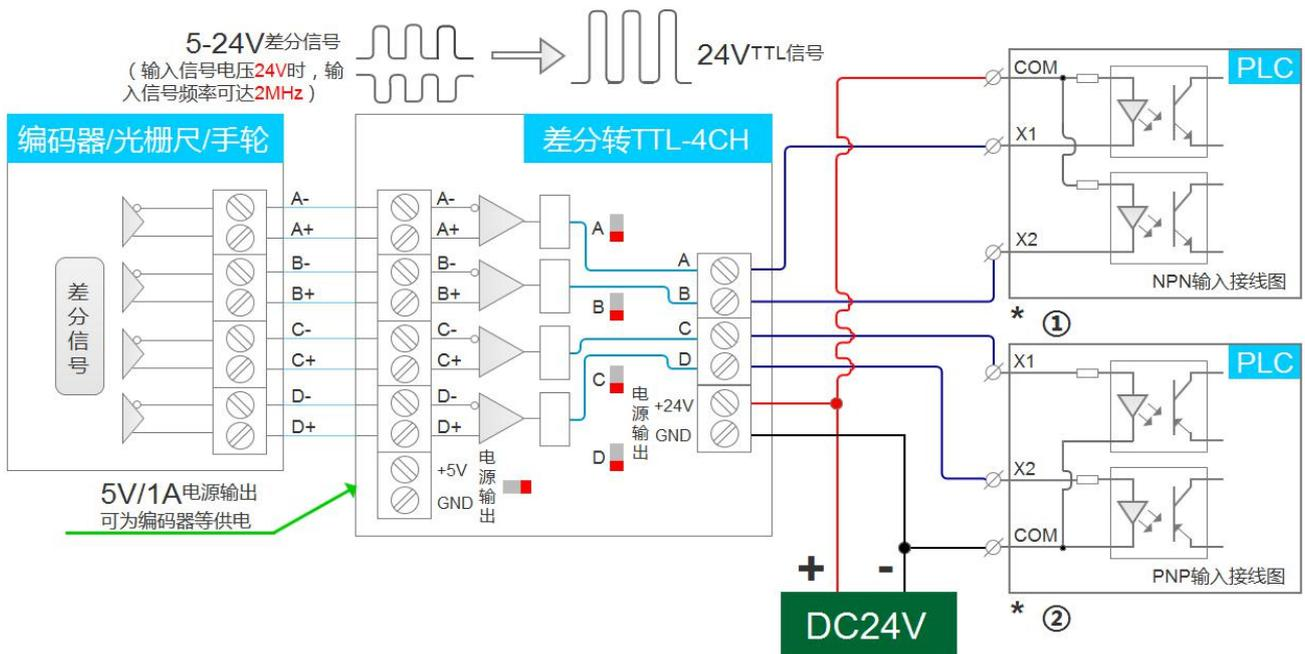
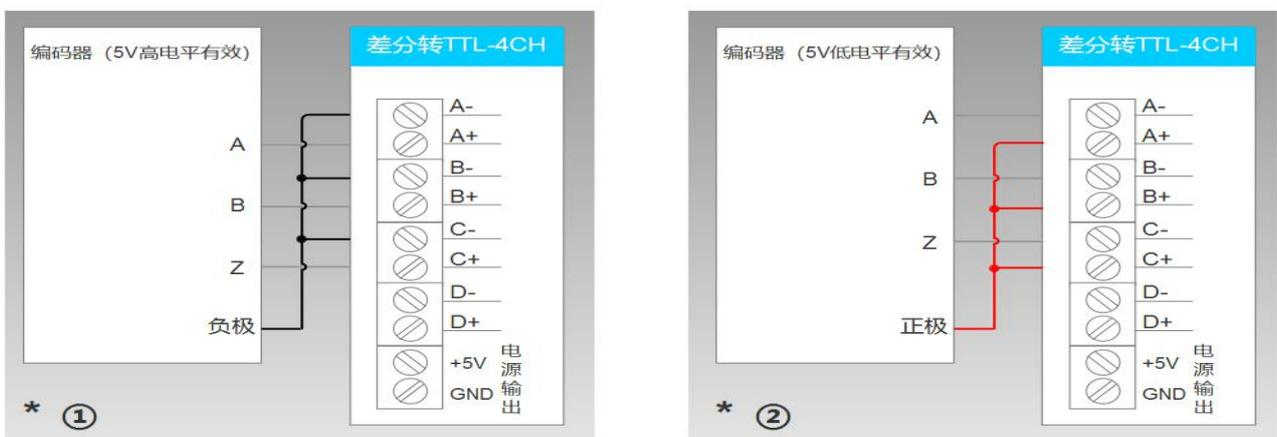

图 5.2.1 差分输入信号接线
图 5.2.2 单端信号输入信号接线
模块接线可参考图 5.2.1、图 5.2.2 所示：
- 1) 输入信号为差分信号时，参照按图 5.2.1 中接线；
- 2) 对于模块输出信号接法，如果 PLC 是 NPN 输入，则按图 5.2.1 中①接法，如果 PLC 是 PNP 输入，则按图 5.2.1 中②接法。其他型号模块仅在通道数量上增减，接线一致；
- 3) 对于输入信号为单端信号（如 5V TTL 电平），参照图 5.2.2 接线，高电平有效即图 5.2.2 中①接法，低电平有效即图 5.2.2 中②接法。